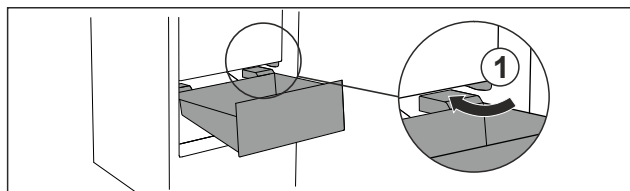

Fig. 74
- Schubfach schräg um die Stopper Fig. 74 (1) herumführen.